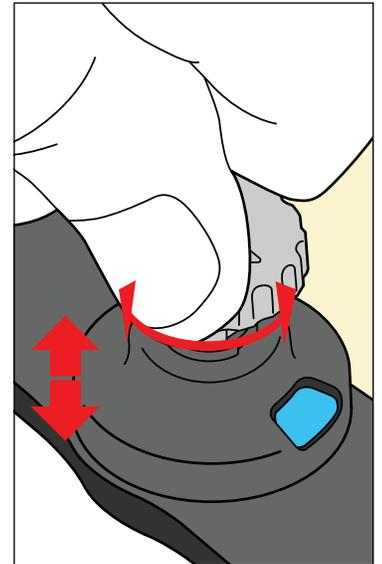

図3
- 前部熱可塑性樹脂マスクを装着した状態、または取り外した状態でも、ピンを回転してシムを希望する高さに設定できます。シムは時計回りに回転すると高くなり、反時計回りに回転すると低くなります。(図3)